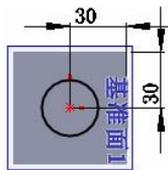

图 1.2.28 添加尺寸约束
- (2) 选取放置派生草图的基准面。在图形区选取  **基准面1** 为放置派生草图的基准面 1。
- (3) 选择命令。选择下拉菜单 **插入(I)** → **派生草图(D)** 命令，系统进入草图环境。
- (4) 为派生草图添加图 1.2.28 所示的尺寸约束。